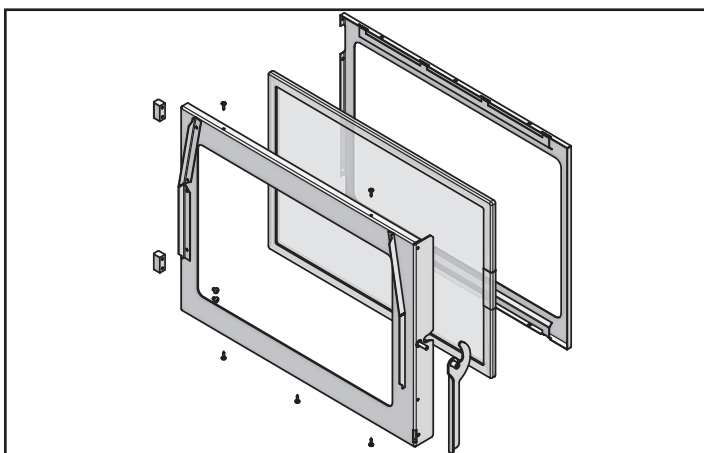

Figure 21.1
- Utilisez un tournevis à tête cruciforme pour enlever les 4 vis, 2 situées sur le dessus et 2 au-dessous. Enlevez le support en métal et la vitre. **Figure 21.1.**